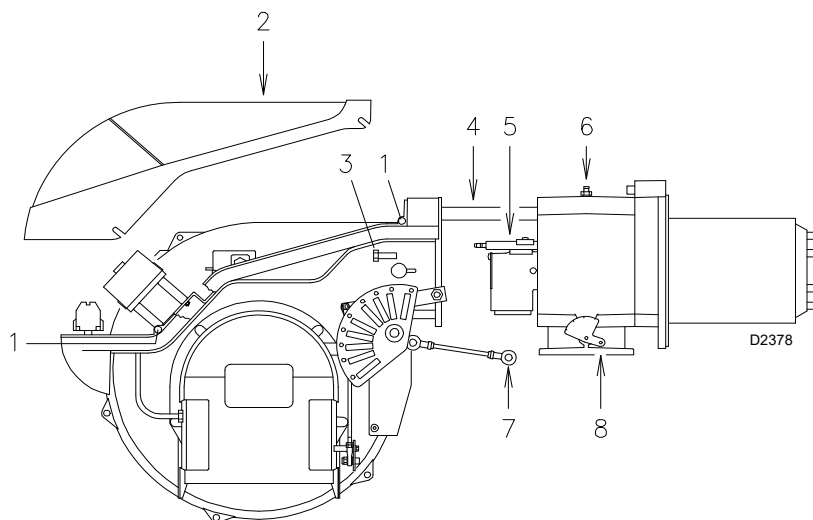

Fig. 38
- Løsn de 4 skruer 1)(Fig. 38) og fjern hættten 2).
- Sæt skruerne 3)(Fig. 38) i igen, og træk forsigtigt sonde- og elektrodekablerne udad, indtil de er let stramme.